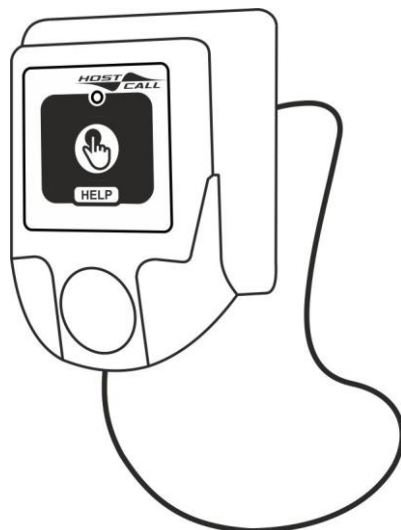

Рисунок 5.4. Выносная проводная цифровая кнопка вызова MP-432W2
2. Выносная проводная цифровая кнопка вызова MP-432W2, имеющая крепление на настенном держателе (рис. 5.4).